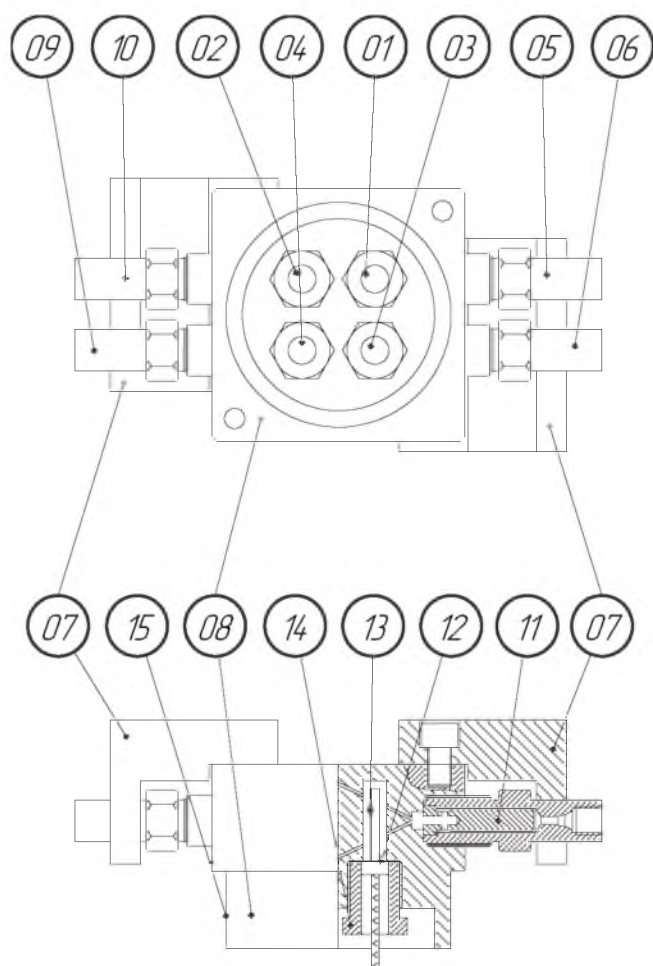

Рис.7 Детектор по теплопроводности
ДТП состоит из металлического блока (П.08, Рис.7), где установлены 4 ячейки (ПП. 01,02,03,04, Рис.7), симметрично сгруппированные в две секции.
В четырех ячейках расположено столько же нитей ДТП (П.13, Рис.7). Нити соединены между собой по схеме моста Уитстона. Соединение нитей внутри блока такое, что в то время как одна из нитей, представляющих собой опору моста, помещена в газ-носитель (например, нить R), другая помещена в газ-носитель на выходе хроматографической колонки (измерительная нить M).
На одной стороне корпуса детектора находятся входные отверстия для измерительного (M) (П.05, Рис.7) и сравнительного (R) (П.06, Рис.7) каналов газа-носителя. На об-
ратной стороне находятся выходные отверстия измерительного (М) (П.10, Рис.7) и сравнительного (R) (П.09, Рис.7) каналов.
Входные и выходные соединители имеют встроенные муфты расслоения пламени (огнепреградители) (П.11, Рис.7) они надежно закреплены специальными устройствами, помогающими избежать их ослабления (П.07, Рис.7).
Вынув детектор из блока нагрева и ослабив фиксирующие гайки (П.14, Рис.7), можно получить доступ к нитям накаливания. Крепёж нитей накаливания на корпусе детектора – металл к металлу. Крепежные гайки на фланцах нитей накаливания затягиваются с помощью шайб (П.12, Рис.7).